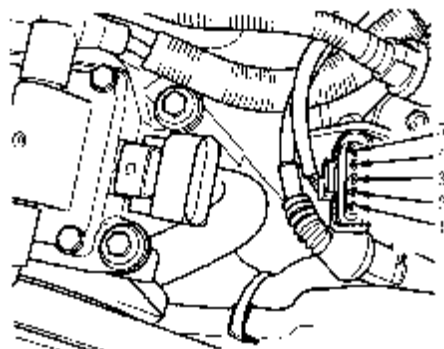

图 2-25 识别点火线圈线束接头端子
2) 起动发动机并处于怠速状态，测量 HO2S 2 线束接头端子 1 和端子 2 之间的电压 (见图 2-25)，电压应至少为 11.5V。如果电压符合规范，转入步骤 7)。如果电压不符合规范，转入下一步。
2) 起动发动机并处于怠速状态。测量 HO2S 2 线束接头端子 1 和端子 2 之间的电压（见图 2-25），电压应至少为 11.5V。如果电压符合规范，转入步骤 7)。如果电压不符合规范，转入下一步。
14) 点火开关置于 ON 位。测量点火线圈线束接头端子 1 和端子 2 之间的电压 (见图 2-25), 电压应至少为 11.5V 。如果电压符合规范, 转入步骤 16)。如果电压不符合规范, 转入下一步。
2) 起动发动机并处于怠速状态。测量 HO2S 1 线束接头端子 1 和端子 2 之间的电压(见图 2-25), 电压应至少为 11.5V。如果电压符合规范, 更换 HO2S 1。如果电压不符合规范, 转入下一步。